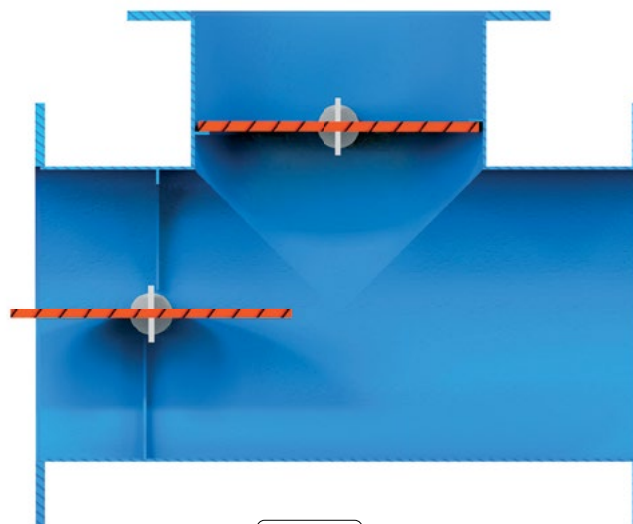

Fig. 2
- **Основними елементами, з яких складаються поворотні затвори, є корпус, який містить два диски, що обертаються на двох паралельних осях.** Вісь обертання розташована в центральній площині кожного повітропроводу (рис. 2), тому немає різниці, чи йде потік в одному напрямку, чи в іншому, що робить клапан двонапрямленим. Рух дисків при відкритті або закритті затвора може бути зустрічним або паралельним, адаптованим до потреб замовника.